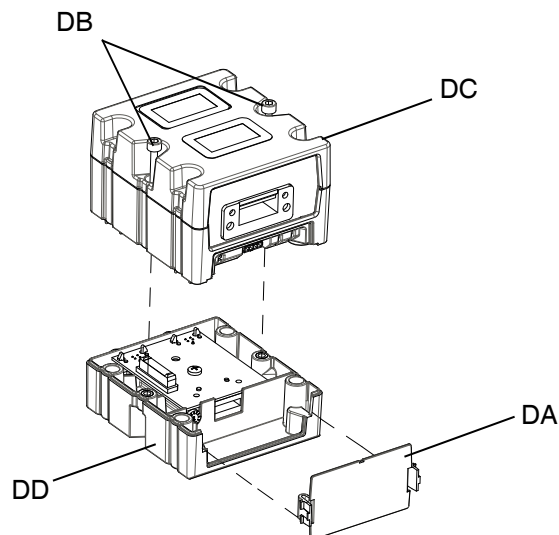

FIG. 52: Smontaggio del CGM
4. Rimuovere il coperchio di accesso dal CGM (DA). Allentare e conservare le due viti M5-0,8 x 45 mm (DB), quindi rimuovere il CGM (DC) dalla base (DD). Vedere FIG. 52.